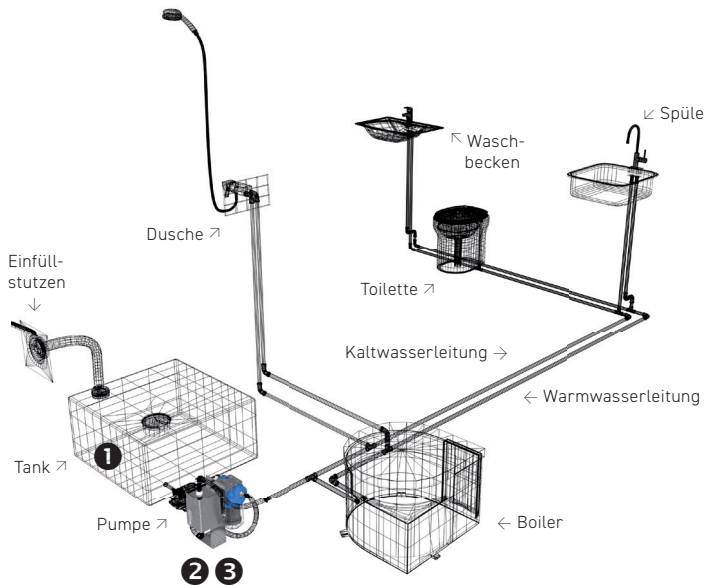

Abbildung 1: Installationempfehlung in einem mobilen Frischwassersystem
Um diese Risiken auszuschließen, empfehlen wir eine Konservierung ① des Wassers (z.B. mit dem SilberNetz), welche sich über das gesamte Frischwassersystem erstreckt. **Abbildung 1** zeigt ein Praxisbeispiel wie das Frischwassersystem mit eingebauter UV-Einheit (Desinfektion) ② und Aktivkohlefilter zur Vorfiltration und Schadstoffentfernung ③ ganzheitlich hygienisch betrieben werden kann. Eine mindestens jährlich stattfindende Systemreinigung/Desinfektion rundet den hygienischen Betrieb hervorragend ab (**siehe auch Kapitel Reinigung (S.27)**).